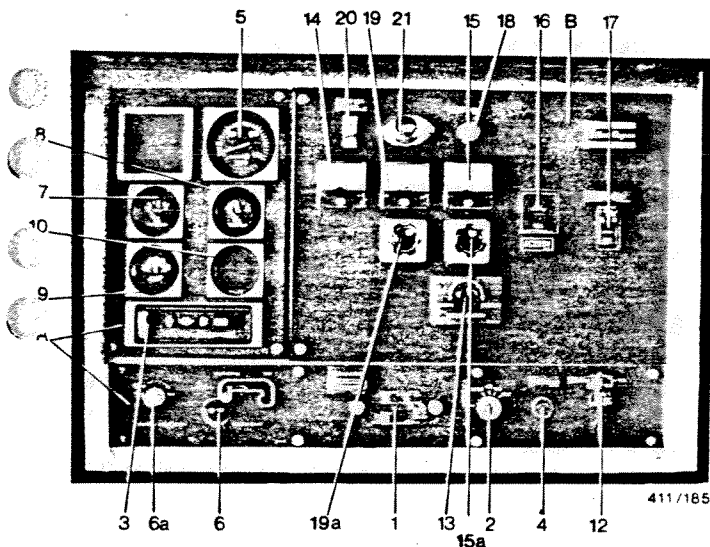

Fig. 7. QAS30, -40, -60 et -85
3.4.1 QAS30, -40, -60 et -85 (Fig. 7)